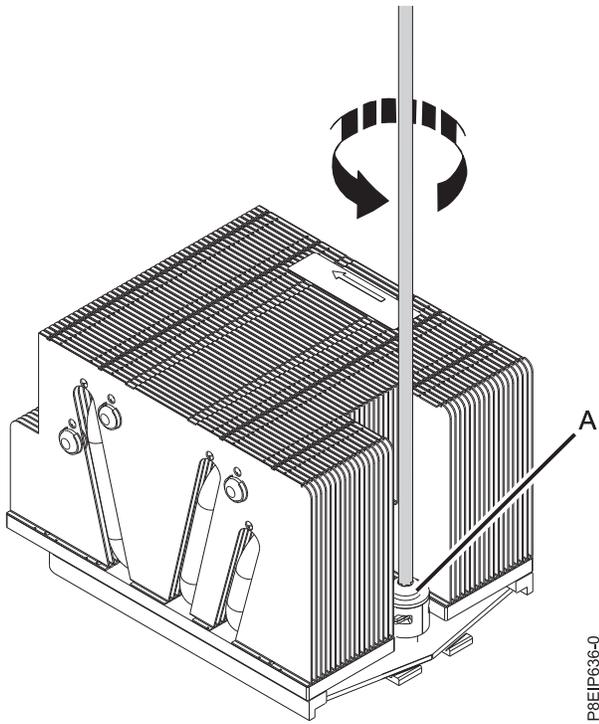

Figura 64. Aflojar el tornillo del brazo de carga del disipador térmico
3. Afloje el tornillo del brazo de carga (A) del disipador térmico del procesador del sistema que está extrayendo utilizando un destornillador Phillips #3, como se muestra en la Figura 64 en la página 56.